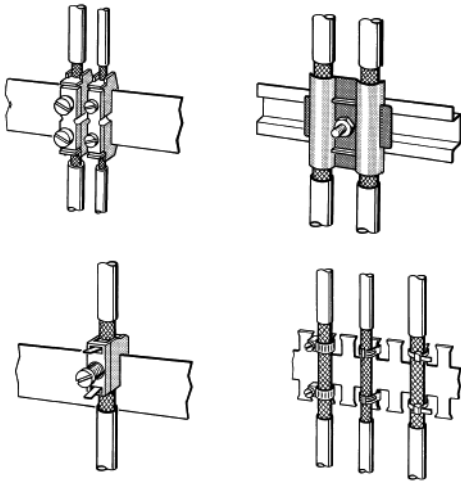

Fig. 10 : Fixation des câbles blindés avec serre-câbles et colliers de serrage (représentation schématique)
- ▶ Les serre-câbles doivent entourer généreusement le blindage et garantir un bon contact (voir figure 10).